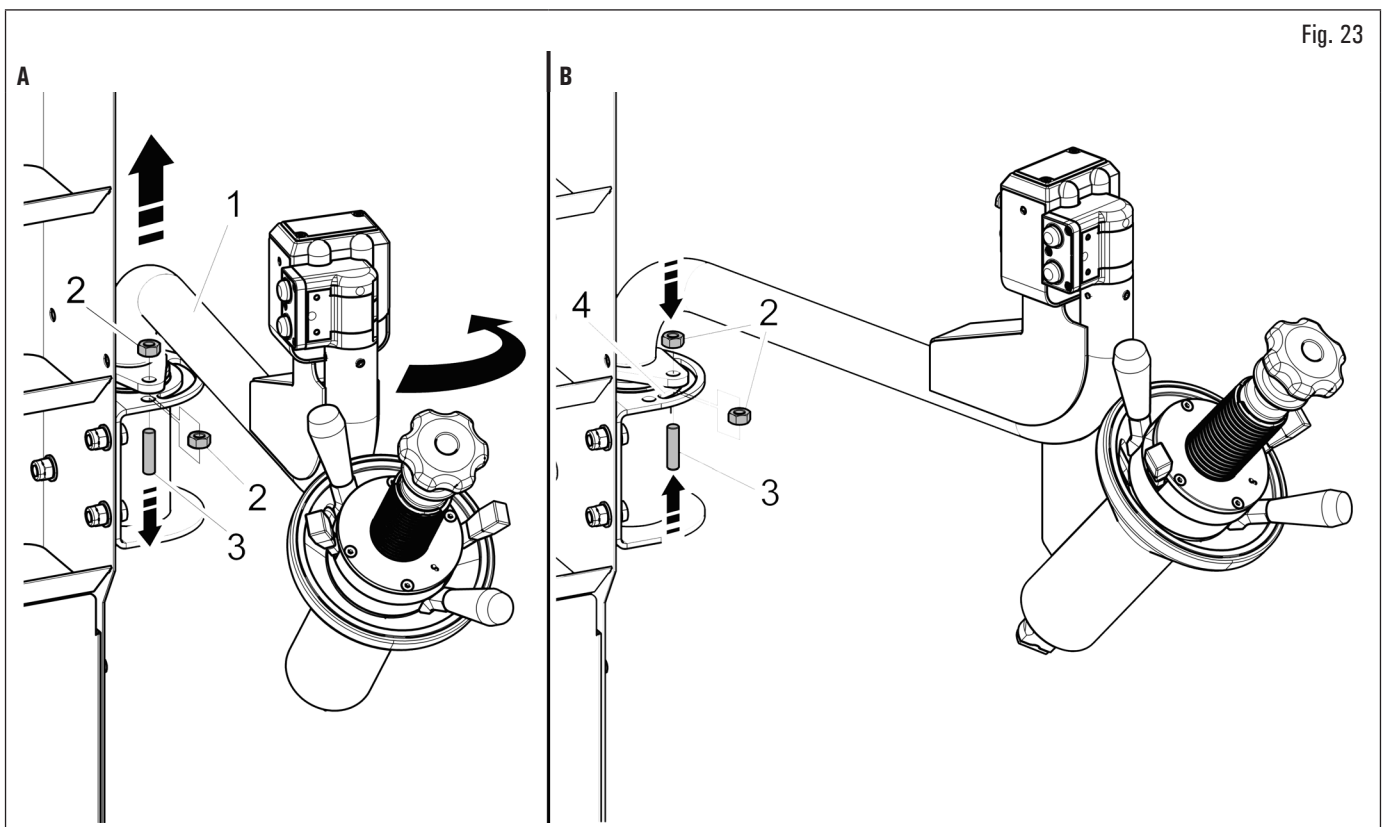

Fig. 23
1. Soulever légèrement et faire pivoter le tube de l'unité de commande (Fig. 23 réf. 1) depuis la position d'emballage (A) en dévissant les écrous (Fig. 23 réf. 2) de la vis sans tête (Fig. 23 réf. 3) et le placer en position de travail (B) en insérant la vis sans tête (Fig. 23 réf. 3) en correspondance avec la fente (Fig. 23 réf. 4) du support. Bloquer la vis sans tête (Fig. 23 réf. 3) avec les écrous (Fig. 23 réf. 2), préalablement dévissés.